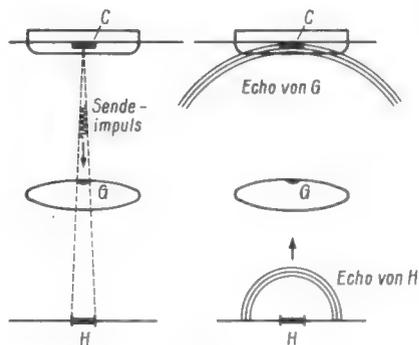
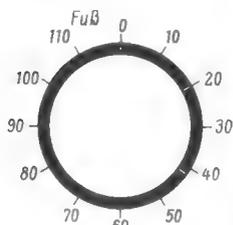
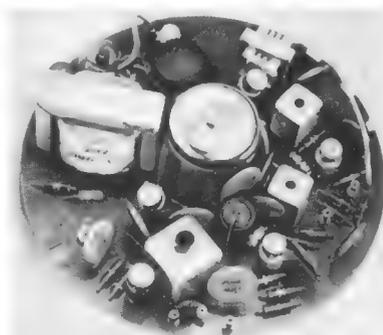

Bild 2
Bild 3
Bild 4
Schwingungen von meist über 100 kHz, aus denen das Tor B in regelmäßigen Abständen kurze Schwingungszüge ausblendet und diese einerseits (1) zum Schallwandler C, andererseits (2) zum Empfänger gibt. Der Schallwandler (Quarz oder Bariumtitanat) strahlt die Impulse als Schall gleicher Frequenz scharf gebündelt senkrecht zur Wasseroberfläche ab (Bild 2). Im Wasser befindliche Körper (Fischschwarm G) und der Gewässergrund H werfen den Schall zurück. Das einzelne Echo oder die zeitlich nacheinander eintreffenden Echoimpulse setzt der Schallwandler wieder in elektrische Schwingungen um und leitet sie dem Empfänger zu (3).
Das Fathometer enthält eine Glühbirne, die unter einer in Fuß (rund $\frac{1}{2}$ m) geeichten Skala kreisförmig umläuft. Beim Passieren der Nullmarke wird jeweils der Sendeeimpuls ausgelöst. Die Reflektoren G, H in Bild 2 würden eine Anzeige nach Bild 3 ergeben, jedoch macht die Zeichnung nicht deutlich, wie der geübte Beobachter erkennen kann, ob der Grund felsig, sandig oder schlammig ist und ob das Zwischenecho von einem Fischschwarm oder von einem großen Einzelfisch stammt. Das Gerät ist wasserdicht und gegen Regen oder Spritzwasser unempfindlich. Der mit 200 kHz schwingende Generator arbeitet mit einem, der Empfänger mit fünf Transistoren (Bild 4). Die Ultraschallimpulse sind 0,3...0,5 msec lang und folgen sich in 50 msec Abstand; in der Sekunde gehen also rund 20 Impulse heraus. Eine in salzwasserbeständigen Kunststoff gebettete Scheibe Bariumtitanat, die den Schall auf 6° bündelt, bildet den Schallwandler, der in den Schiffsboden fest eingebaut oder – bei transportabler Verwendung – auf die Wasseroberfläche gesetzt werden kann. at